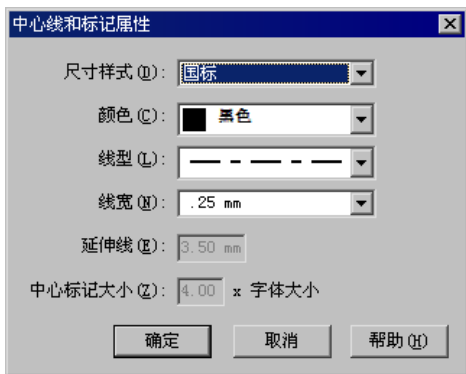

图 8.9.5 “中心线和标记属性”对话框
- 按钮：单击此按钮系统弹出图 8.9.5 所示的“中心线和标记属性”对话框。用于设置在图纸视图中添加中心线的样式。